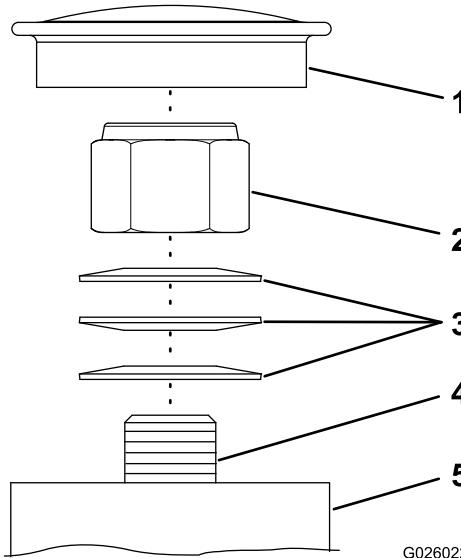

Figura 44
**Nota:** Si desmonta los cojinetes del pivote de las ruedas giratorias, asegúrese de instalar las arandelas elásticas según se indica en la Figura 44.
1. Retire el tapón antipolvo del buje de la rueda giratoria (Figura 44).
2. Apriete la contratuerca hasta que las arandelas elásticas estén planas (Figura 44).
3. Gire la contratuerca en sentido antihorario 1/4 de vuelta (Figura 44).
4. Coloque el tapón antipolvo (Figura 44).